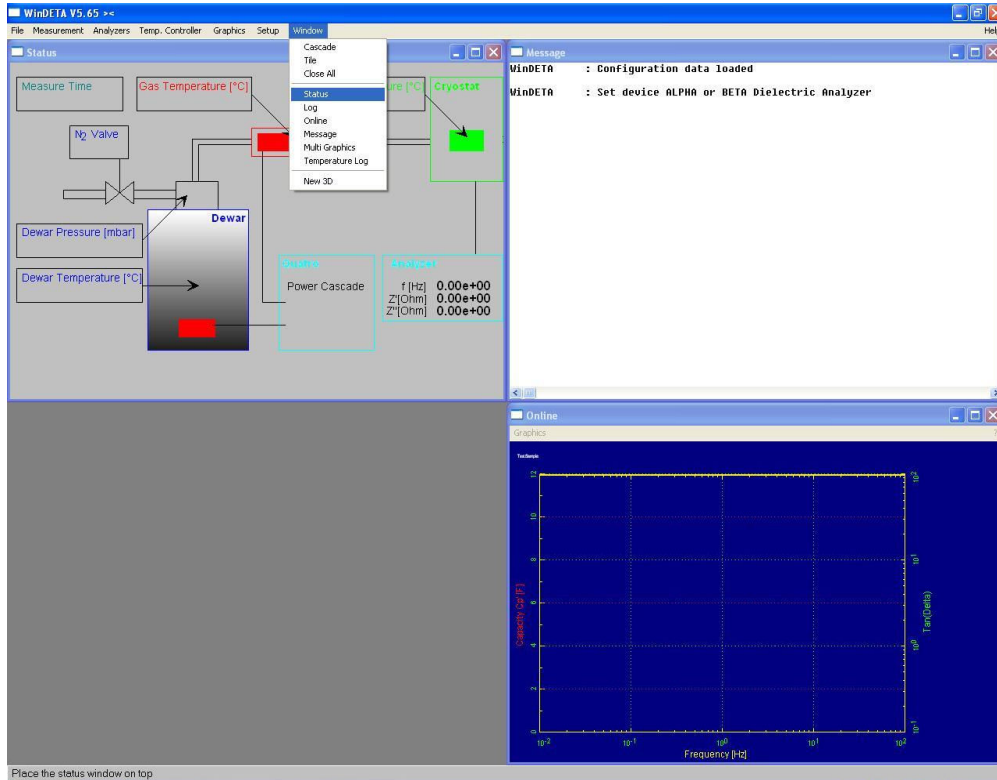

Fig.6. Configurarea ferestrelor pentru monitorizarea setărilor sistemului de măsură
- b) În vederea monitorizării setării sistemului de măsură, din meniul **Window** se bifează opțiunile **Status** și apoi **Tile** (fig.6).